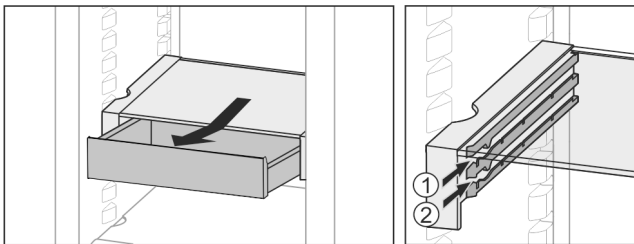

Fig. 22
- ▶ Op een willekeurige hoogte Fig. 22 (1) of Fig. 22 (2) erin schuiven.